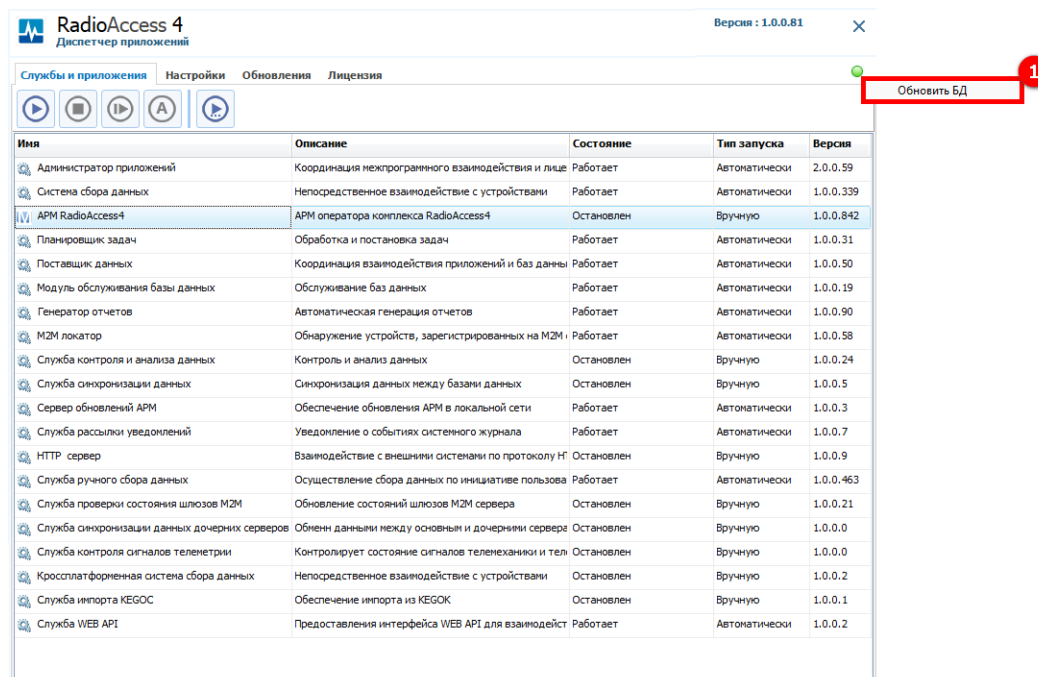

Рисунок 54 – Обновление БД
Для обновления БД в ручном режиме необходимо нажать правой кнопкой мыши на индикаторе и в открывшемся окне выбрать **Обновить БД** (1) (см. рисунок 54).